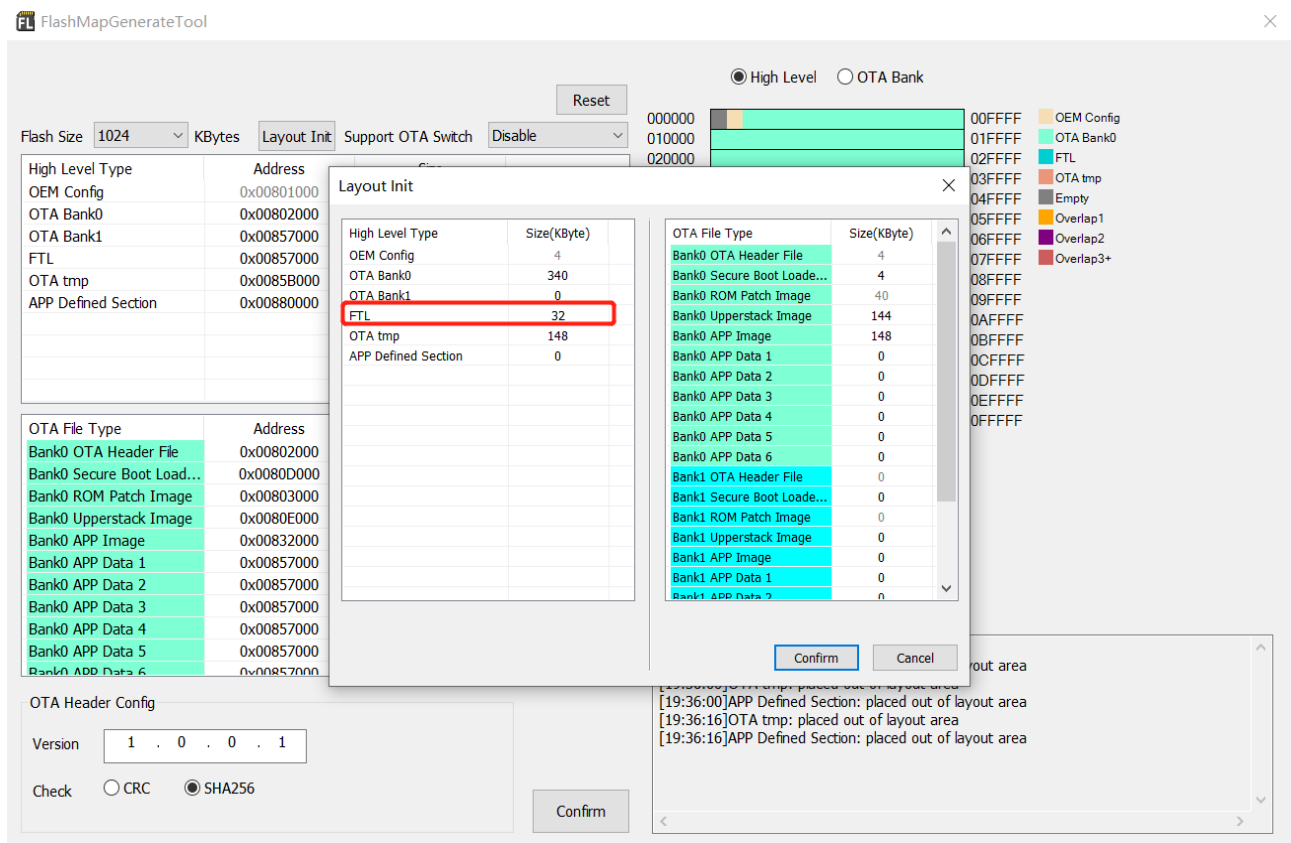

图 5-9 修改 flash map 配置文件
- 3) 将第一步生成的 flash_map.ini 加载到 MPTool 中生成 config 文件用于烧录, 如图 5-9 所示将会将 FTL 的物理空间大小调整到 32K。